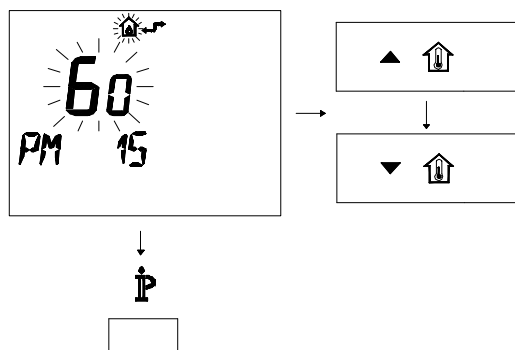

Figura 5.28
- Modificare il SET programmato agendo sui pulsanti o fino a visualizzare un **set di 60**, aspettare che il numero programmato cominci a lampeggiare (Figura 5.28)